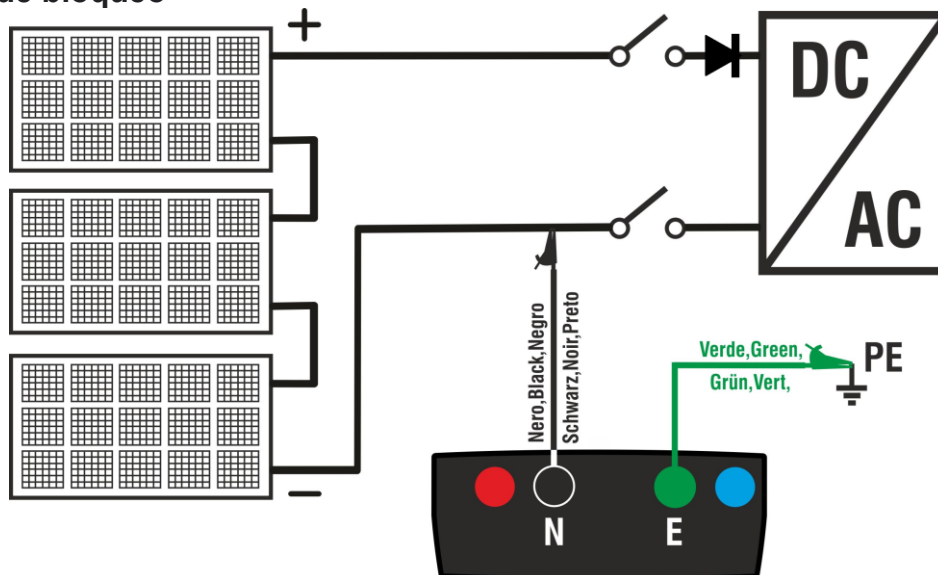

Fig. 7: Conexión instrumento para medida de aislamiento en modo TMR
8. Conecte el instrumento al string FV en prueba como se muestra en Fig. 7. **La prueba también se puede realizar en varias strings en paralelo entre sí. Recuerde que los descargadores conectados a los cables del string / strings también deben estar desconectados y que es recomendable realizar la medición aguas arriba de los diodos de bloqueo**